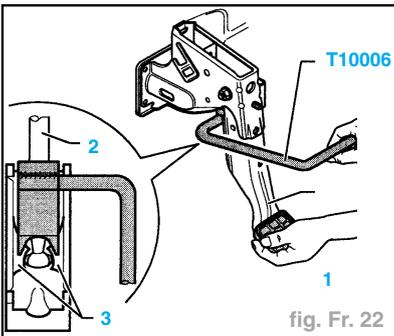

fig. Fr. 22
- Pousser la pédale de frein en direction du servofrein et la maintenir (fig. Fr. 22) :